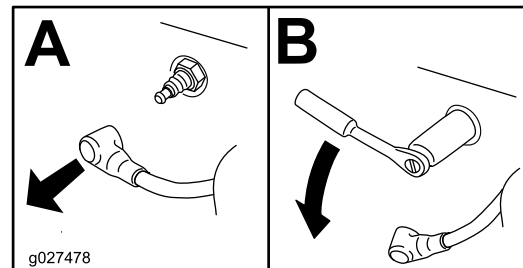

Bild 44
4. Nehmen Sie die Zündkerze heraus (Bild 44).